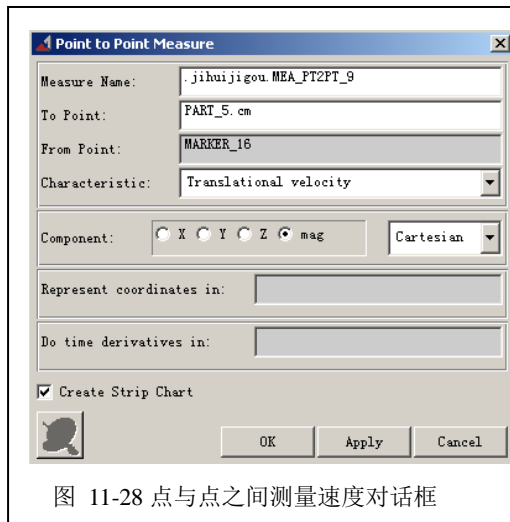
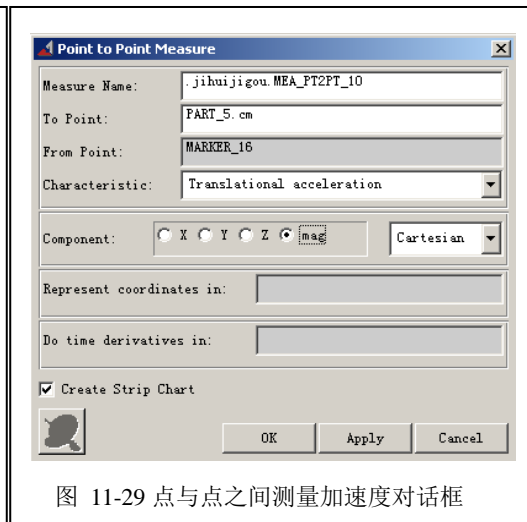
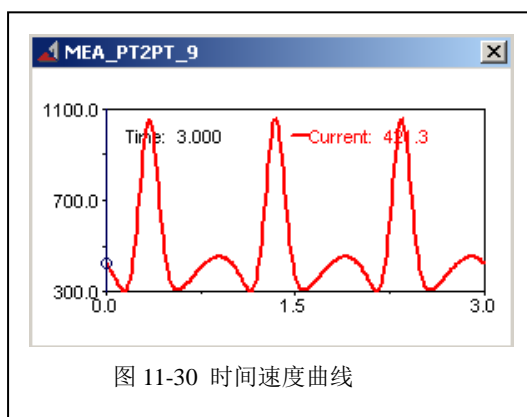
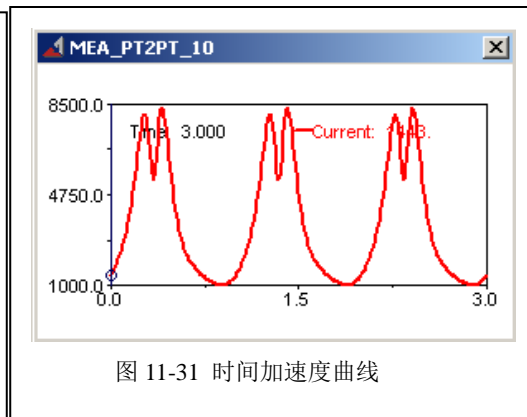

图 11-28 点与点之间测量速度对话框
图 11-29 点与点之间测量加速度对话框
图 11-30 时间速度曲线
图 11-31 时间加速度曲线
11.9 速度和加速度的测量的过程和位移的过程几乎一样，只是在点与点之间测量对话框 (**Point to Point Measure**) 中的 **Characteristic** 项，分别选为 **Translational velocity**，如图 11-28 所示，或者 **Translational acceleration**，如图 11-29 所示。图 11-30、图 11-31 分别是时间速度曲线、时间加速度曲线。